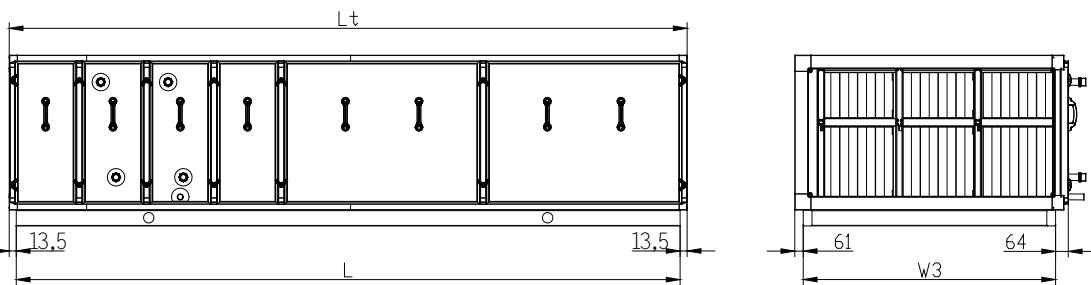

Рис. 12b. Транспортировочная рамма (VS 21-150), изготовленная из прямоугольных профилей.
- b) для агрегатов VS 21-650 с транспортной рамой (рис. 12b и 13a) подпорка будет не менее 200x200мм и расположена она на наружных концах рамы и в середине ее длины.